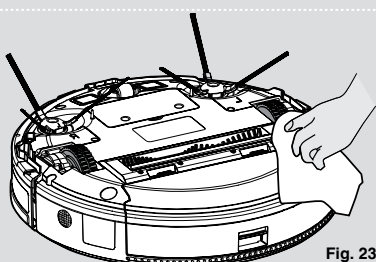

Fig. 23
3. Rengjør hjulene med en tørr klut. **[Fig. 23]**